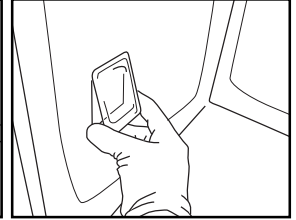

Fig. 9
5. Placera lampskyddet mot panelen och tryck på skyddet tills det fästs med ett "klick" (fig. 9).